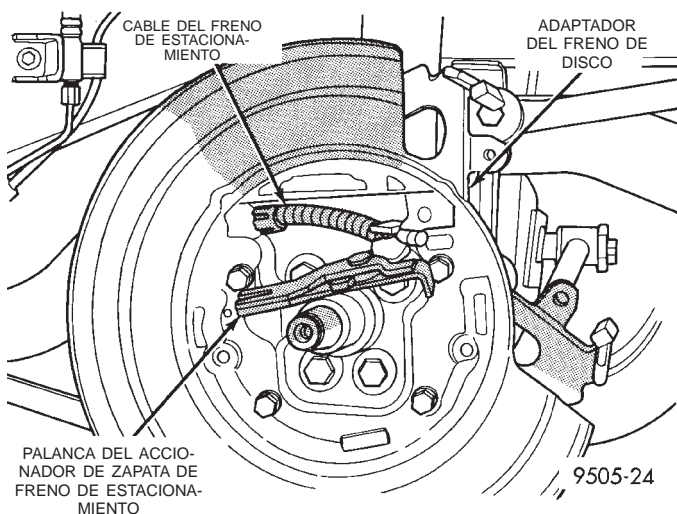
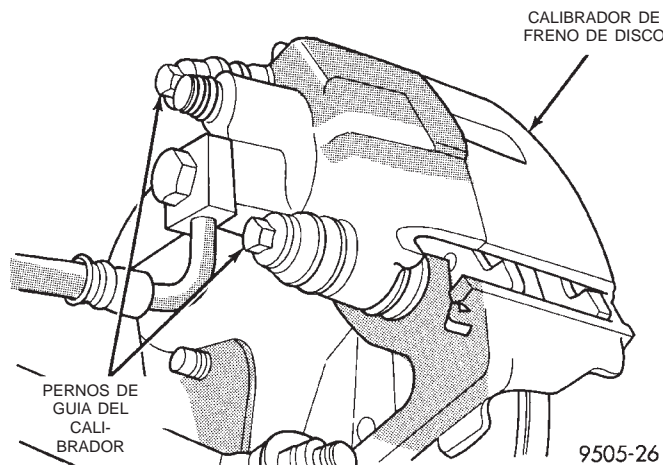

Fig. 151 Palanca del accionador del freno de estacionamiento
Fig. 156 Pernos de guía del calibrador trasero
(19) En los vehículos que tienen instalados frenos traseros de disco, retire los conjuntos de zapata de freno (Fig. 150) del adaptador de freno de disco trasero. Luego retire la palanca de mando del freno de estacionamiento (Fig. 151) del cable del freno de estacionamiento.
(5) **En los vehículos que tienen instalados frenos traseros de disco**, instale la palanca del accionador de zapatas del freno de estacionamiento (Fig. 151) en el cable de dicho freno. Luego instale los conjuntos de zapatas del freno de estacionamiento en el adaptador del freno de disco (Fig. 150).
(6) Instale el conjunto de maza/cojinete en el vástago trasero. Luego instale una tuerca de retén **NUEVA** en el conjunto de maza/cojinete trasero. Apriete la tuerca de retén del conjunto de maza/cojinete con una torsión de 217 N·m (160 libras pie).
(7) Instale la tapa guardapolvo del conjunto de maza/cojinete con un martillo de metal blando.
(8) En los vehículos que tienen instalados frenos de tambor, instale el tambor de freno trasero en el conjunto de maza/cojinete. En los vehículos que tienen instalados frenos traseros de disco, instale el rotor en el conjunto de maza/cojinete.
(9) En los vehículos que tienen instalados frenos de disco, instale el calibrador del freno de disco en el adaptador de dicho freno. Instale los 2 pernos de guía del calibrador (Fig. 156) y apriételos con una torsión de 22 N·m (192 libras pulgada). Para informarse sobre el procedimiento de instalación del calibrador requerido, consulte Servicio del freno de disco trasero, en este grupo del manual de servicio.